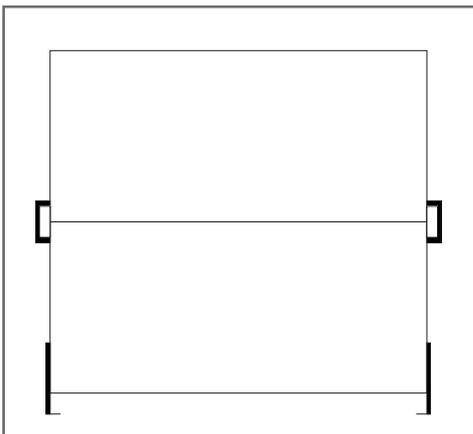

Figura 2
2. Spostare lateralmente il pannello superiore sul pannello inferiore, negli spazi liberi previsti (vedi figura 1 e figura 2).